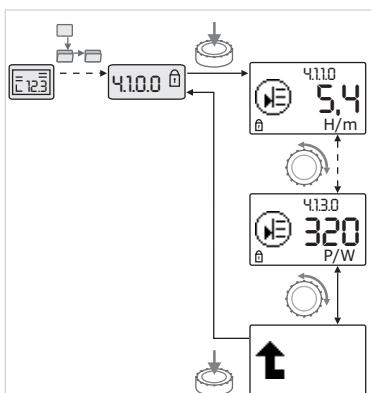

Fig. 34: Activar informações
- Ao rodar o botão branco pode comandar-se elementos de menu do tipo “Informação” do submenu actual (ver fig. 34). A explicação das regulações representadas pelos símbolos encontra-se na tabela do capítulo 8.7 “Elementos de menu de referência” na página 231.